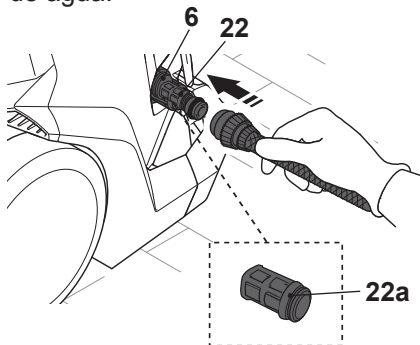

Fig. 14
1. Coloque el adaptador de la manguera de entrada de agua (22) a la entrada de agua (6) (Fig. 14).
2. Conecte una manguera de agua adecuada (no incluida) al suministro de agua y luego el otro extremo e el adaptador de manguera de entrada de agua (22).